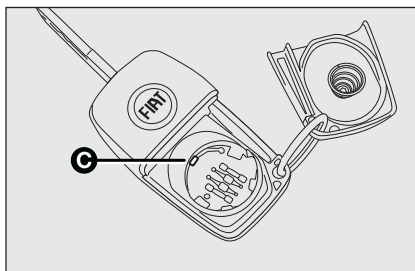

fig. 8
- la pile neuve doit être introduite sous l'ergot **C**-fig. 8 d'arrêt; repositionner le volet et le pousser jusqu'à perception du déclic de blocage.